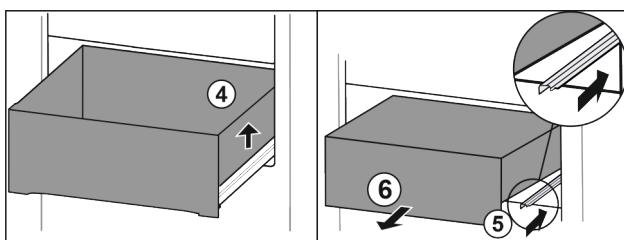

Fig. 90
- Підняти висувний ящик праворуч. Fig. 90 (4)
- Вставити праву рейку. Fig. 90 (5)
- Вийняти висувний ящик рухом вперед. Fig. 90 (6)